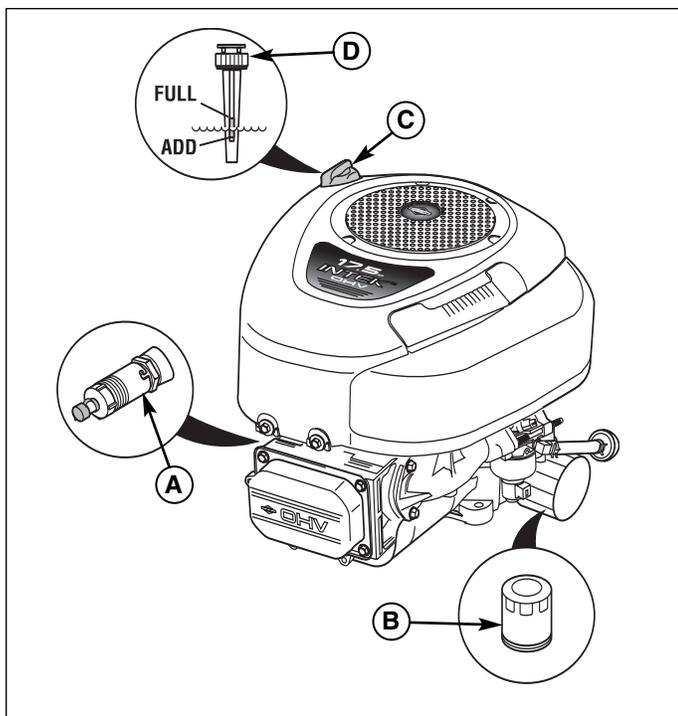
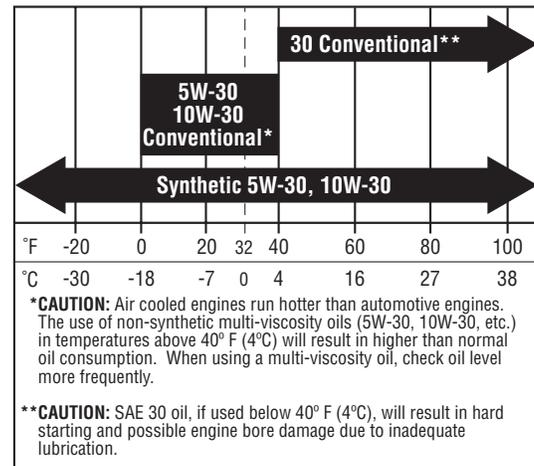

Figure 27. Modèles Briggs & Stratton mono-piston
Figure 30. Huile moteur conseillée - modèles Briggs & Stratton
2. Nettoyer la zone autour de la jauge manuelle (C, Figure 27, 28 ou 29).
3. Extraire la jauge (C) et l'essuyer avec une serviette en papier.
4. Réintroduire la jauge (C) dans le moteur. Sur les **modèles Briggs & Stratton**, revisser le capuchon sur le tube. Sur les **modèles Kohler**, enfoncer fermement le capuchon (C) en place.
5. Extraire la jauge manuelle et lire le niveau d'huile. Le niveau d'huile doit être entre les repères FULL et ADD (D). Si ce n'est pas le cas, ajouter de l'huile conformément aux tableaux de recommandation des huiles (Figure 30).
1. Placer un récipient adapté d'une capacité de 4,5 litres (4 quarts) sous le robinet de vidange d'huile (A, Figure 27 ou 28).
2. Desserrer ou sortir la jauge (C, Figure 27 ou 28).
1. Nettoyer la zone autour de la jauge manuelle (C, Figure 27 ou 28) et du robinet de vidange d'huile (A).
3. Déposer le filtre à huile (B). Le mettre au rebut.